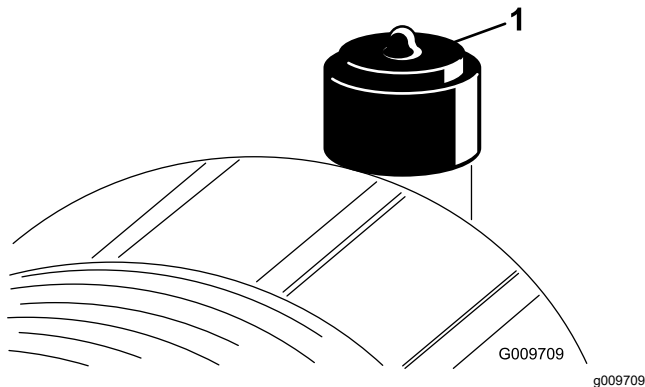

Figura 84
Faça a manutenção ao filtro de ar apenas quando o indicador de serviço (Figura 84) o exigir. Mudar o filtro de ar antes de ser necessário apenas aumenta a possibilidade de entrar sujeira no motor quando se retira o filtro.
9. Reinicie o indicador (Figura 84) se este se apresentar vermelho.